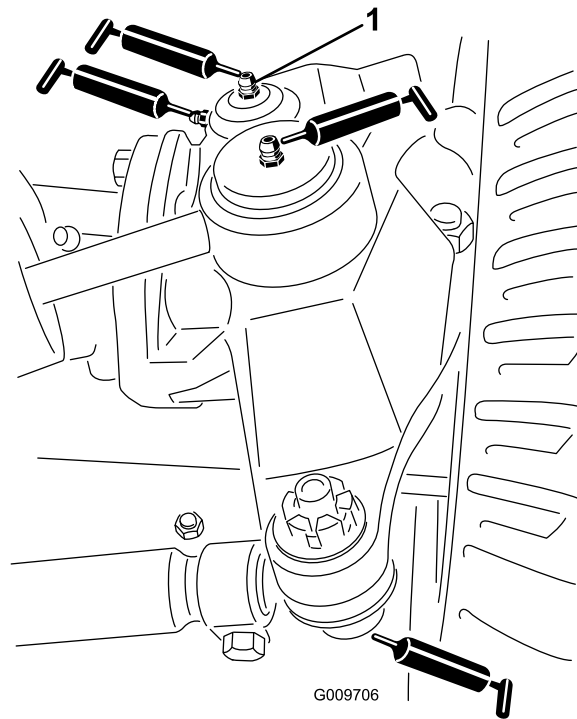

図 83
- ステアリングシリンダのボールジョイント 2ヶ所 図 83
- タイロッドのボールジョイント 2ヶ所 図 83
- キングピンのブッシュ2ヶ所 図 83。但しキングピン上部は1年に1回のみポンプ2回押しのみとする。